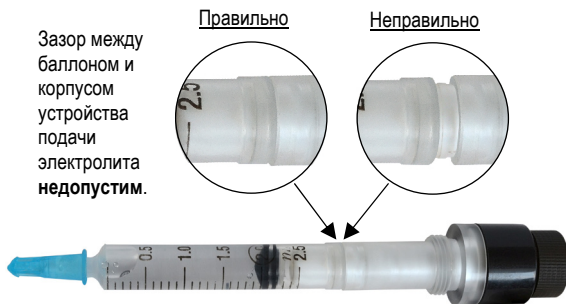

Рисунок 6 – Установка баллона с электролитом.
- освободить новый баллон с электролитом от упаковки и плотно надеть его на шейку устройства подачи электролита до упора. Между баллоном и корпусом устройства подачи электролита не должно оставаться зазора (см. рисунок 6).